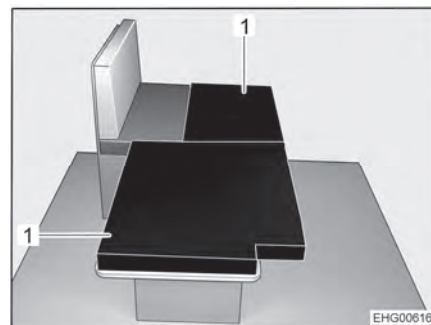

Bild 53 Efter ombyggnaden
- Lägg de båda extra dynorna (Bild 53,1) på det nersänkta bordet så som visas i bild.